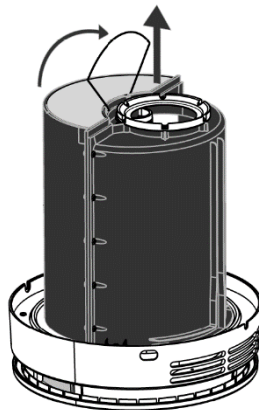

Figure 32 - Retirez le filtre externe.
5. Ouvrez le support métallique qui maintient le filtre extérieur en place (voir Figure 32 ci-dessous). Retirez le filtre usagé et éliminez les éventuelles saletés à l'aide d'un chiffon sec. Le filtre usagé peut être jeté avec les déchets ménagers.